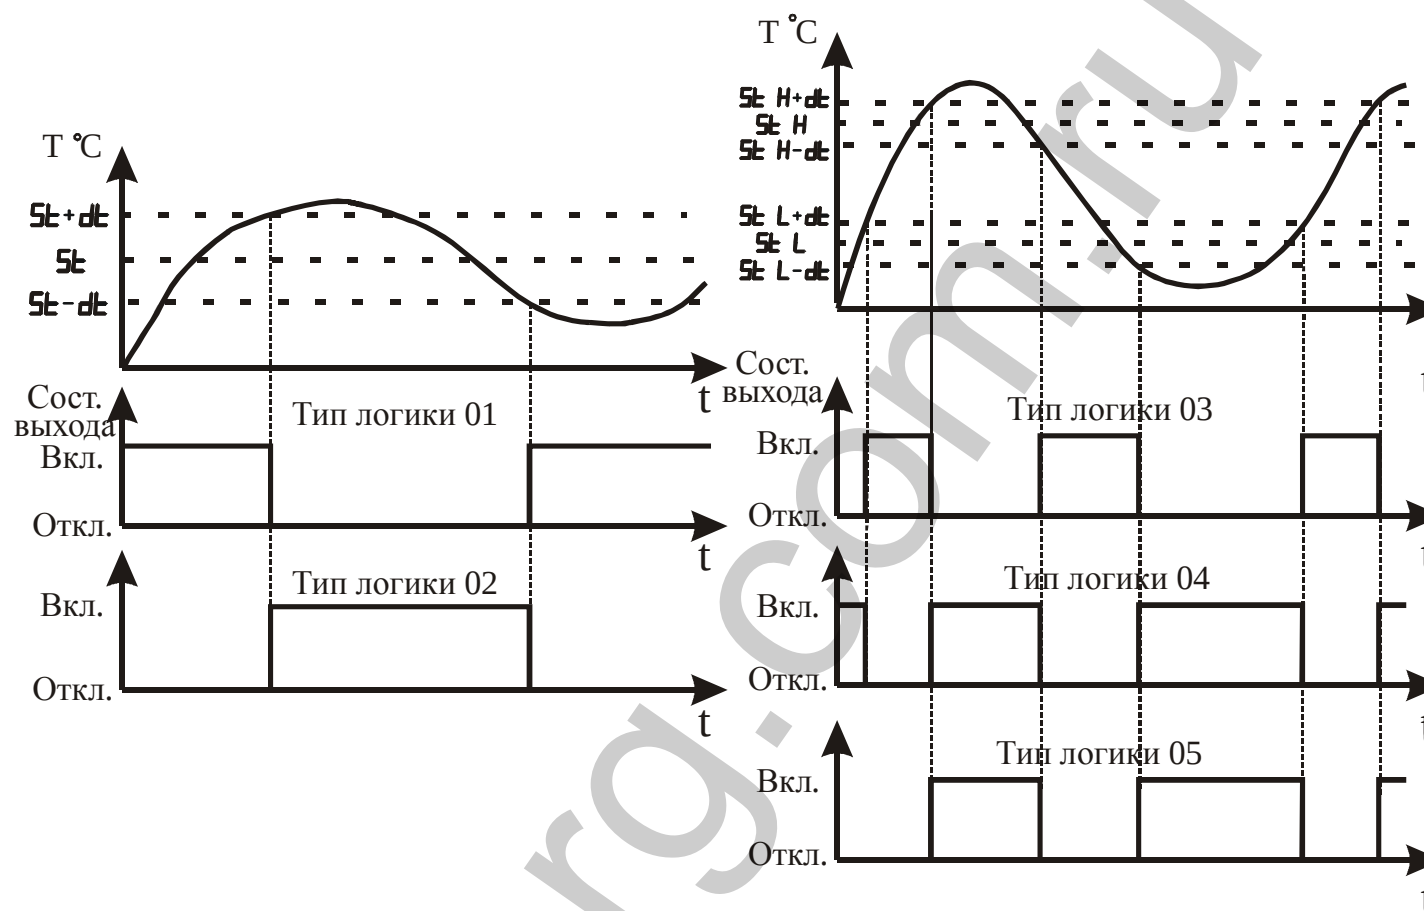

Рисунок 3.15 – Графическое представление типов логики работы выхода
3.3.3.9 Параметр “Тип логики работы прибора” определяет алгоритм управления исполнительным устройством (см. рисунок 3.15).
Тип логики "05" (модернизированная "U"-образная), в основном, аналогичен типу логики 04. Отличие состоит в том, что работа выходного устройства разрешается только после первого превышения регулируемой температурой значения $St H + dt$ (см. рисунок 3.15).